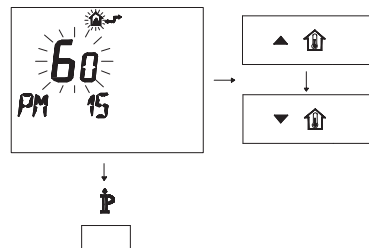

Figura 5.34
- Modificare il SET programmato agendo sui pulsanti ▲  $\uparrow$  o ▼  $\uparrow$  fino a visualizzare un **set di 60**, aspettare che il numero programmato cominci a lampeggiare (Figura 5.34).